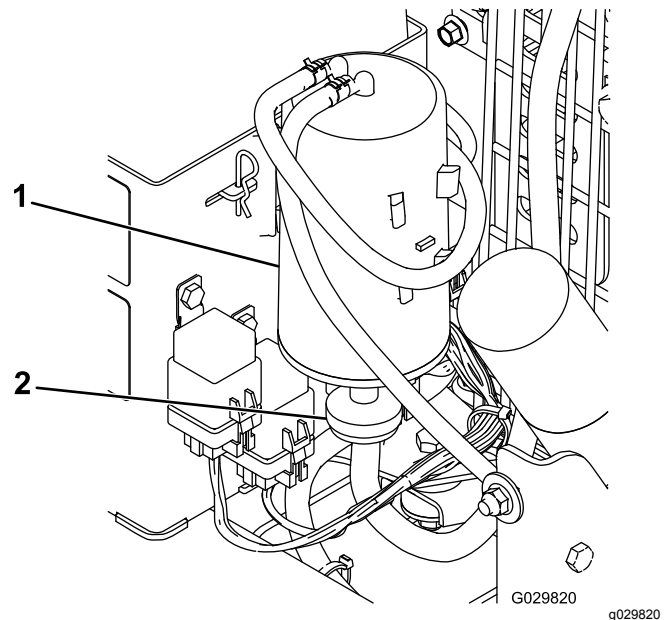

Рисунок 17
2. Снимите и удалите в отходы воздушный фильтр бачка с активированным углем (Рисунок 17).